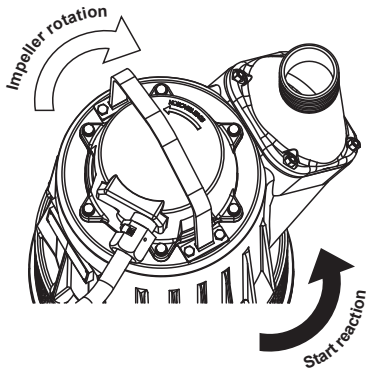

Bild 1: Rotationsriktning
- Kontrollera rotationsriktningen, den skall göra ett ryck i pilens riktning på pumpen (moturs). För att ändra rotationsriktningen byt plats på två faser. (Bild 1)
- Kontrollera isoleringen mellan kabelslut / kontakt och jord. **OBS!** ISOLATIONSMÅT INTE 1000V PUMPAR MED JORDFELSDIOD (GC) ANSLUTEN.